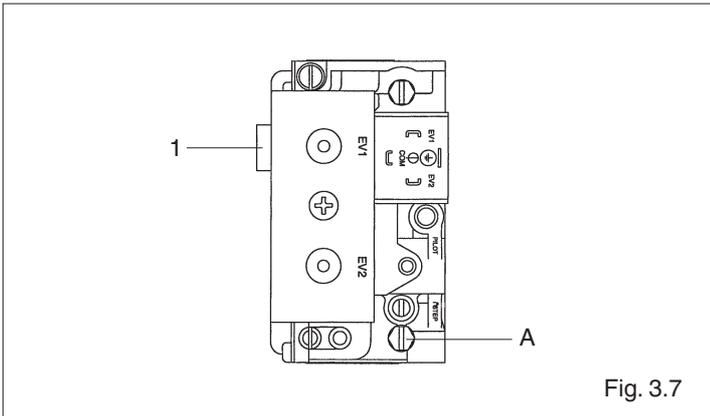

Fig. 3.7
- Avvitare fino a fine corsa la vite (1) del regolatore di pressione (fig. 3.7)
- Svitare di circa 3 giri la vite della presa di pressione (A) e collegare il manometro (fig. 3.7).